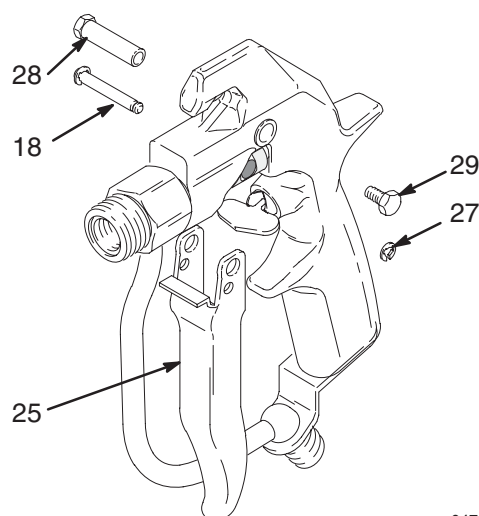

Fig. 8 04732
4. Retire un clip en forma de e (27). Extraiga el pasador (18). Extraiga el tornillo (29), el pasador pivotante (28) y el dispositivo de disparo (25). Vea la Fig. 8.